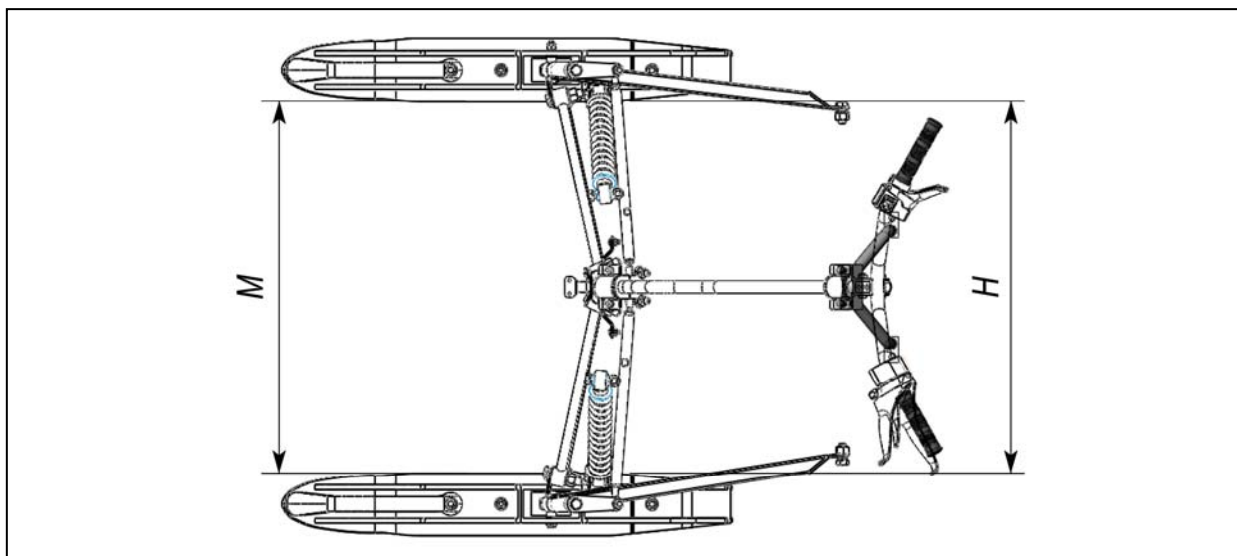

Рисунок 15 – Регулировка схождения лыж
- вращением рулевых тяг добейтесь, чтобы при положении лыж "прямо-вперед" расстояние М (рисунок 15) между передними концами лыж и расстояние Н между задними концами лыж было одинаковым ($M-N=0$ мм);